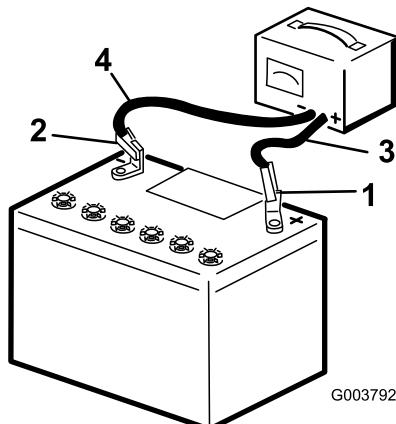

Figura 130
5. Conecte el cable positivo del cargador de la batería al borne positivo de la batería (Figura 130).
6. Conecte el cable negativo del cargador de la batería al borne negativo de la batería (Figura 130).
8. Cuando la batería esté completamente cargada, desconecte el cargador de la fuente eléctrica, luego desconecte los cables del cargador de los bornes de la batería (Figura 130).